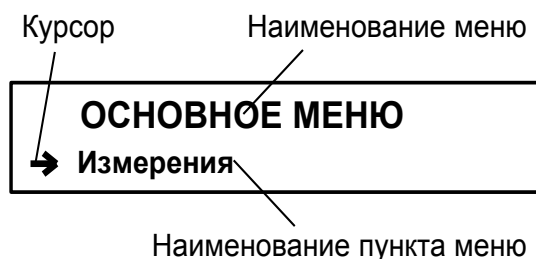

Рис.1. Вид основного меню.
1.1.1. Для управления расходомером с клавиатуры ВП используется многоуровневая система меню (Приложение А), состоящая из основного меню, подменю и окон, содержащих списки команд и параметров. Основное меню (рис.1) имеет неизменный состав. Состав и структура подменю и окон, а также возможности модификации установочных параметров определяются режимом работы расходомера.
1.1.3. Индикация на дисплее состоит из наименования меню (окна), располагающегося неподвижно в первой строке дисплея жидкокристаллического индикатора, и наименований пунктов меню (параметров), которые могут смещаться вверх или вниз (рис.1).